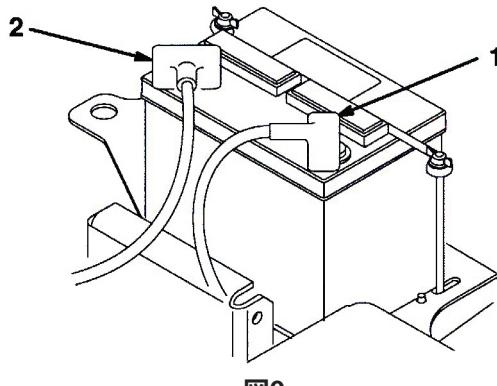

図9
2. スタータからの赤い(+)ケーブルを(+)端子に固定する(図9)。レンチで締め付けて固定し、ワセリンを塗布する。ケーブルが擦れて磨耗するような配線はさける。座席の最後部でケーブルを傷つけることがあるので特に注意すること。